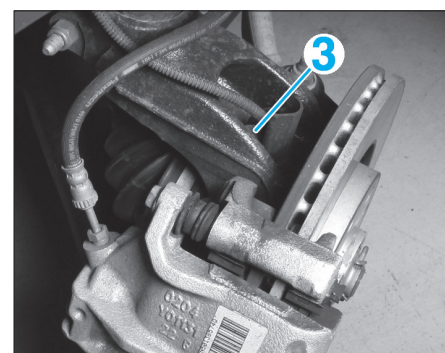

FIG. 30
- la vis de fixation du capteur (Fig.30),
- le capteur de roue avant (3).